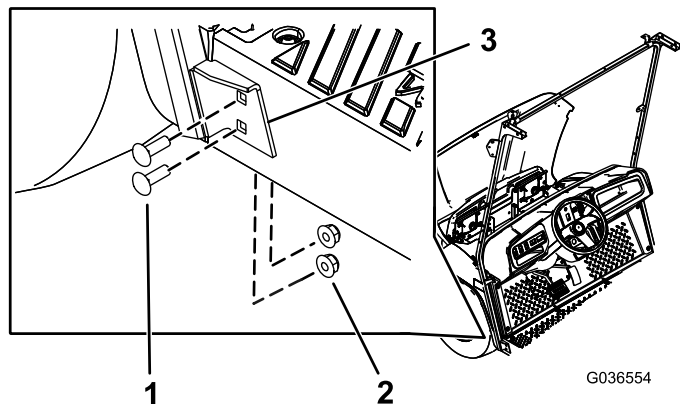

Figura 6
5. Fissate la staffa inferiore del supporto del parabrezza al lato sinistro della macchina utilizzando 4 bulloni a testa tonda (5/16 x 1") e 4 dadi flangiati (5/16"), nei fori praticati nel passaggio 2 (Figura 6).